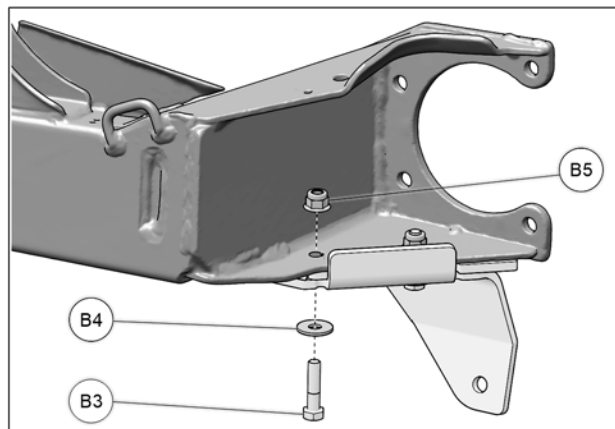

Fig. 7
7. Par le dessous, insérer un boulon de fixation M8x35mm (**B3**) avec rondelle (**B4**) dans le nouveau trou percé et fixer la plaque d'ancrage avec l'écrou M8 (**B5**) fourni. Serrer à un couple de 40 N•m [37 lb•pi]. Voir la Fig. 7